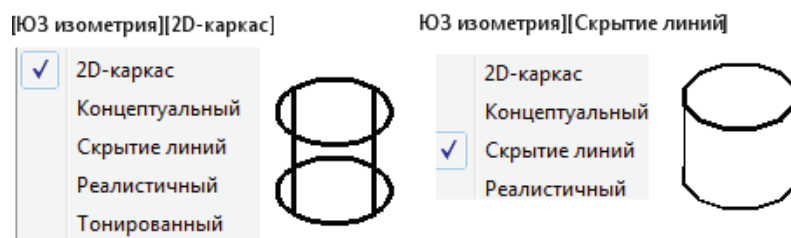

Рис. 26. Визуальные стили 3D-модели:
3. Метка [2D каркас] вызывает окно Управление визуальными стилями, что позволяет выбрать визуальный стиль 3D-модели (рис. 26) или Лента → Вид → Визуальные стили.